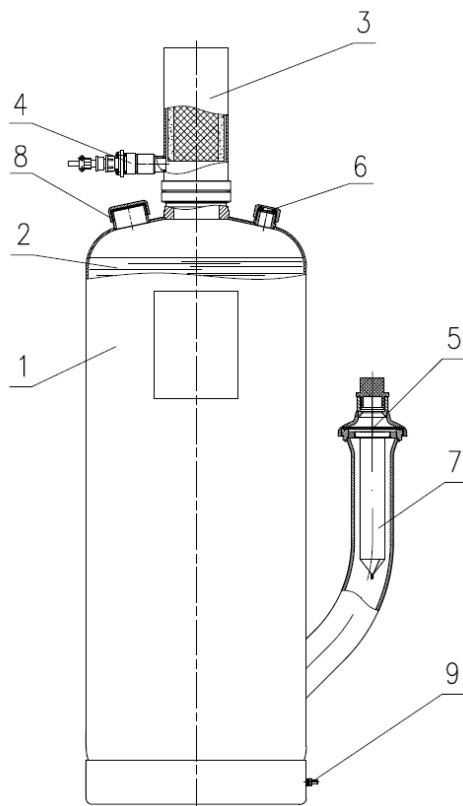

Рис.2. Устройство модуля пожаротушения тонкораспылённой водой «Буран 50ТРВ».
4.1. Модуль после сборки (рис. 2) представляет собой герметичную конструкцию, состоящую из стального корпуса 1, заполненного огнетушащим веществом 2, газогенератора 3, электровоспламенителя 4, разрывной мембраны 5. В направляющей горловине модуля установлен сетчатый фильтр 7. На верхней части корпуса имеется заливная горловина 8, на нижней - узел заземления 9.
В период эксплуатации модуля доливка ОТВ в модуль выполняется через заливную горловину (Рис.2). Для этого необходимо Открутить крышку заливной горловины, снять паронитовую прокладку, долить ОТВ через воронку, проконтролировать уровень ОТВ в соответствии с п. 7.3. Уложить паронитовую прокладку на заливную горловину, закрутить крышку. Опломбировать соединение «крышка-корпус модуля»